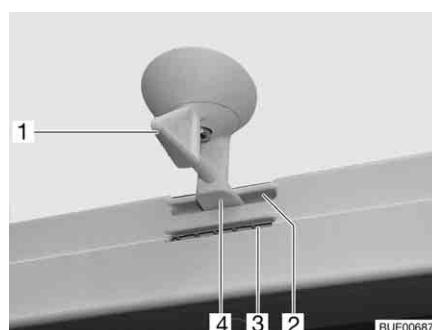
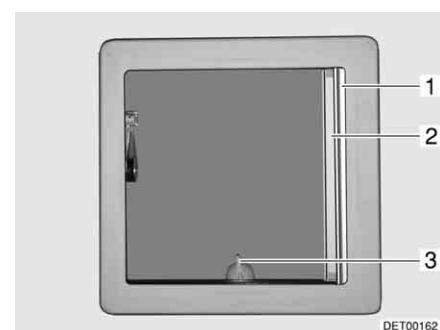

Fig. 48 Oblò inclinabile, bloccaggio
Fig. 49 Oblò inclinabile
- Ruotare la leva (Fig. 48,1 o Fig. 49,3) di un quarto di giro.
- Girare la leva di un quarto di giro. Il bloccaggio (Fig. 48,4) deve entrare nella feritoia inferiore (Fig. 48,3).
- Girare la leva di un quarto di giro. Il bloccaggio (Fig. 48,4) deve entrare nella feritoia superiore (Fig. 48,2).
Chiusura:	<ul style="list-style-type: none">■ Tirare la tendina oscurante pieghevole (Fig. 49,1) fino alla posizione desiderata e rilasciare. La tendina oscurante pieghevole rimane in questa posizione.
Chiusura: ■ Estrarre la zanzariera a rullo (Fig. 49,2) fino a quando non scatta il blocaggio dalla parte opposta.